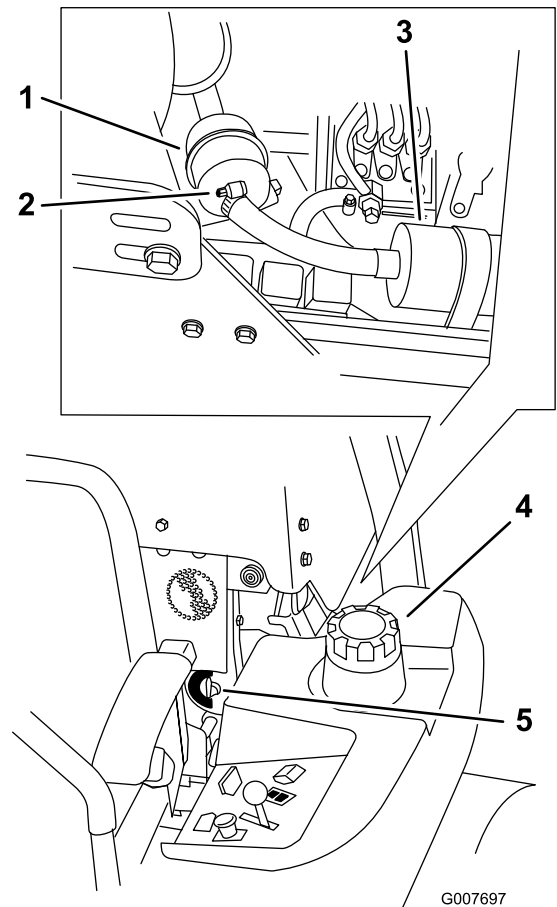

Figura 51
4. Cierre la válvula de cierre de combustible(Figura 51).
5. Afloje las dos abrazaderas y desconecte los tubos de combustible del filtro de combustible (Figura 51).
6. Instale un filtro nuevo. Conecte los tubos de combustible al filtro de combustible e instale las dos abrazaderas (Figura 51).